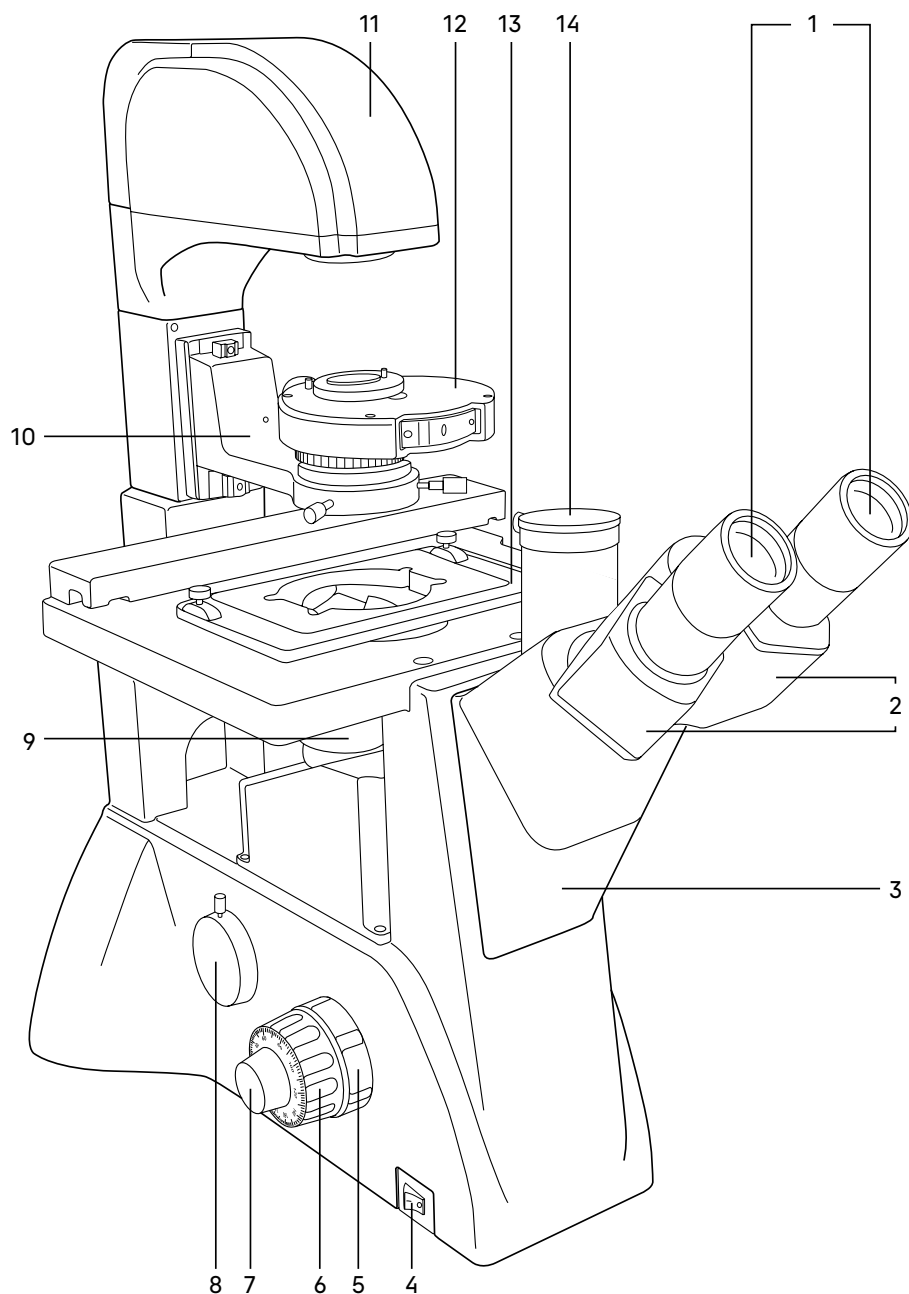
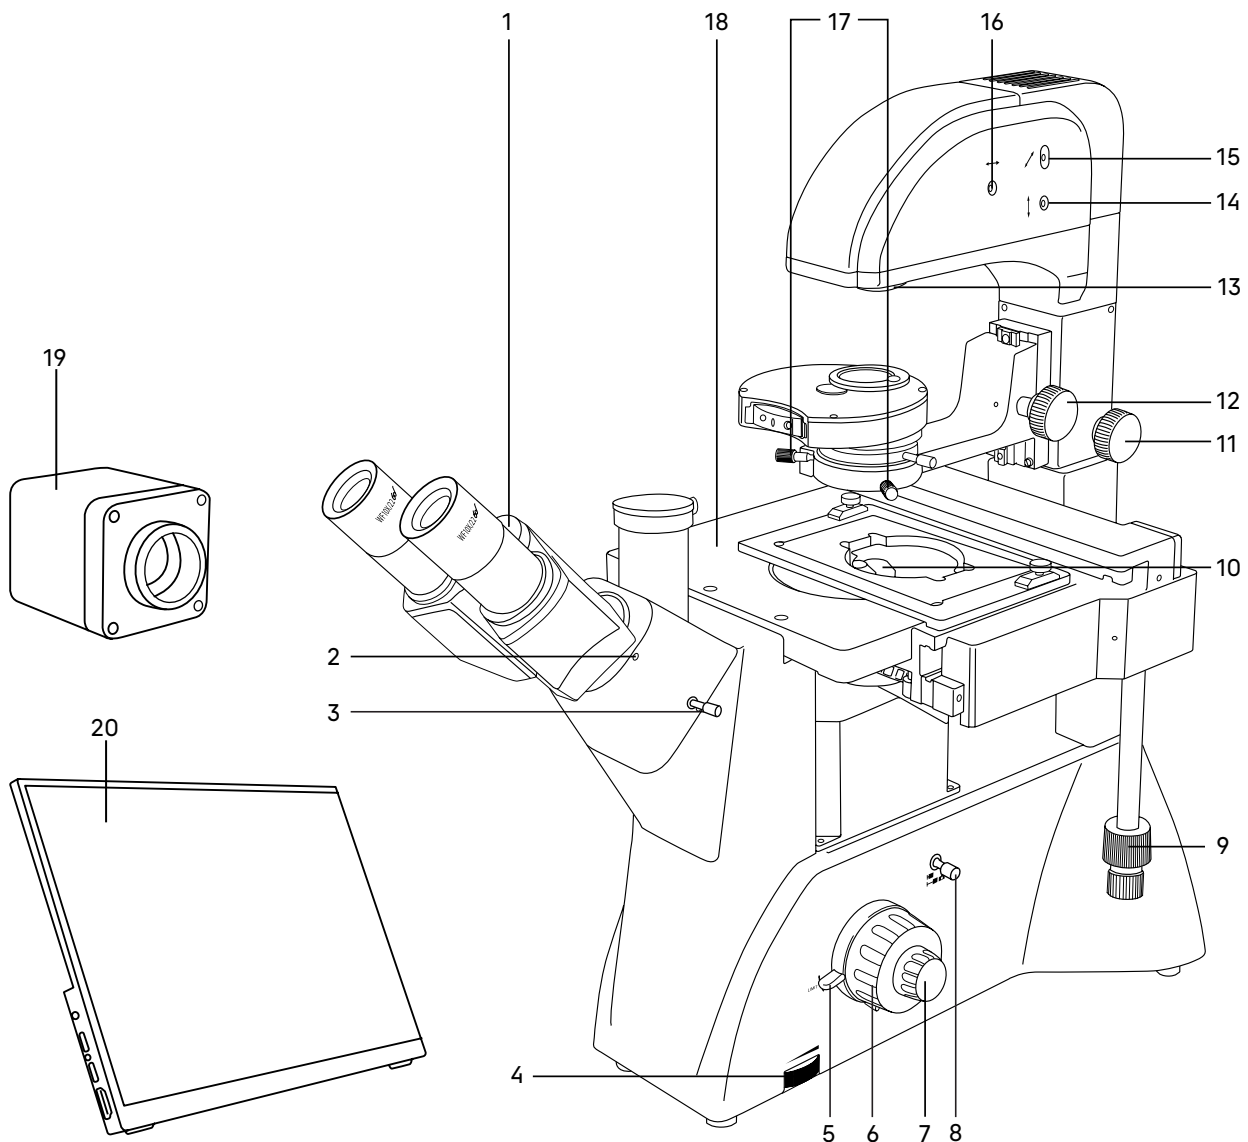

Рис. 1. Микроскоп MAGUS Bio VD350 LCD. Вид слева
Рис. 2. Микроскоп MAGUS Bio VD350 LCD. Вид справа
Общий вид микроскопа представлен на рис. 1 и 2.
На штативе 3 (рис. 1) микроскопа закреплены:
- револьвер 9 (рис. 1) с объективами;
- предметный столик 18 (рис. 2);
- кронштейн конденсора 10 (рис. 1);
- осветитель 11 (рис. 1);
- визуальная насадка 2 (рис. 1).
На левой боковой поверхности штатива расположен выключатель 4 (рис. 1) сетевого напряжения. В положении «←» включается, а в положении «0» выключается сетевое напряжение.
На правой боковой поверхности штатива расположен диск 4 (рис. 2) для регулировки напряжения питания источника света.
На левой боковой поверхности штатива расположен канал визуализации 8 (рис. 1) для установки камеры. Микроскоп укомплектован адаптером C-mount 1x, который устанавливается в этот канал и закрепляется в нем винтом. На адаптер устанавливается камера. Камера служит для вывода изображения на экран компьютера или монитор/телевизор.
Фокусировка на объект осуществляется перемещением по высоте револьверного устройства с объективами. Грубая фокусировка производится вращением коаксиальных рукояток 6 (рис. 1, 2), расположенных по обеим сторонам штатива.
Тонкая фокусировка производится вращением рукояток 7 (рис. 1, 2), расположенных по обеим сторонам штатива. Тонкая фокусировка требуется для более точного фокусирования на объект и для подфокусировки микроскопа на резкость изображения при смене объективов и препаратов.
Механизм регулировки жесткости хода грубой фокусировки 5 (рис. 1) – кольцо между штативом и рукояткой грубой фокусировки с левой стороны. С помощью кольца регулируется жесткость хода грубой фокусировки так, чтобы жесткость была комфортной для пользователя, но при этом револьвер с объективами не опускался самопроизвольно во время работы.
Рукоятка блокировки грубой фокусировки 5 (рис. 2) расположена с правой стороны. После завершения грубой фокусировки рекомендуется перевести рычаг в крайнее положение в направлении по часовой стрелке. Таким образом закрепится положение грубой фокусировки для быстрой рефокусировки после смены препарата.
Тринокулярная визуальная насадка обеспечивает визуальное наблюдение изображения объекта. Насадка закреплена на штативе 3 (рис. 1). В гнездо насадки устанавливается блок окулярных тубусов и закрепляется винтом. При установке повернуть тубусы 2 (рис. 1) вверх или вниз для удобства наблюдения в зависимости от роста пользователя.
Изменение межзрачкового расстояния в насадке осуществляется разворотом окулярных тубусов 2 (рис. 1) в пределах 48–75 мм. Значение расстояния, установленного в соответствии с глазной базой наблюдателя, отсчитывается по шкале 1 (рис. 2) на насадке.
В вертикальный тубус 14 (рис. 1) корпуса визуальной насадки (канал визуализации) с помощью переходника C-mount устанавливается система визуализации с монитором. Переключение светового потока на вертикальный тубус производится рукояткой 3 (рис. 2). Рукоятка имеет два положения: 100/0 и 50/50.
В комплект микроскопа входят окуляры 1 (рис. 1). Окуляры имеют высокое положение выходного зрачка и предназначены для работы как в очках, так и без них.
Револьверное устройство 9 (рис. 1) обеспечивает установку пяти объективов. Смена объективов производится вращением револьверного устройства за конусную рифленую поверхность до фиксированного положения.
Объективы 10 (рис. 2) рассчитаны на механическую длину тубуса «бесконечность». Парфокальная высота объективов составляет 45 мм, линейное поле зрения в плоскости изображения – 22 мм. Объективы длиннофокусные, рассчитаны на посуду с толщиной дна 1,2 мм.
Осветитель 11 (рис. 1) неподвижно закреплен на штативе микроскопа. Источник света – галогенная лампа 12 В/30 Вт юстируется относительно оптической оси и линзы коллектора тремя винтами 14, 15, 16 (рис. 2). В осветителе закреплен коллектор с полевой диафрагмой, которая регулируется в зависимости от увеличения объектива, введенного в оптическую ось.
Важная часть осветительной системы – конденсорное устройство. Кронштейн конденсора 10 (рис. 1) закреплен на штативе. Перемещение осуществляется ручкой 12 (рис. 2). В кронштейн установлено конденсорное устройство 12 (рис. 1). Тип крепления «под винт». Конденсор может быть использован для наблюдения по методу светлого поля и фазового контраста. Во вращающемся диске находятся кольцевые диафрагмы для работы с фазовыми объективами 10x, 20x, 40x и свободное отверстие для пропускания всего пучка света. Смена кольцевых диафрагм производится вращением диска за накатанную часть до фиксации. В окне кожуха конденсора появляется цифра, соответствующая увеличению применяемого фазового объектива, цифра «0» соответствует свободному отверстию. Под вращающимся диском расположена ирисовая диафрагма, которая позволяет настроить определенную апертуру для работы с объективами светлого поля. Для достижения большей контрастности можно воспользоваться светофильтрами, входящими в комплект микроскопа. Светофильтры устанавливаются в откидную оправу конденсора.
Центрировка конденсора в оптической оси осуществляется винтами 17 (рис. 2). При работе с высокой посудой конденсорное устройство можно вывести из оптической оси. Ручка 11 (рис. 2) служит для фиксации устройства.
Предметный столик 18 (рис. 2) закреплен неподвижно на штативе. К столику прикреплено устройство, которое обеспечивает перемещение объекта в двух взаимно перпендикулярных направлениях. Перемещение осуществляется с помощью рукояток 9 (рис. 2), расположенных на одной оси.